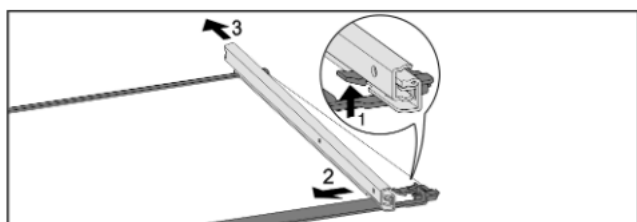

Fig. 104 Ripiano in vetro con guide
- ▶ Premere il gancio di fermo anteriore verso l'alto. Fig. 104 (1)
- ▶ Far scorrere la guida estraibile di lato Fig. 104 (2) e verso il lato posteriore Fig. 104 (3).